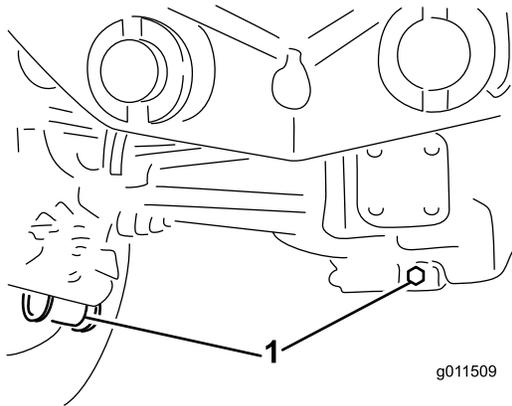

Figura 63
2. Pulite attorno ai tre tappi di spurgo, uno per lato ed uno in centro (Figura 63).